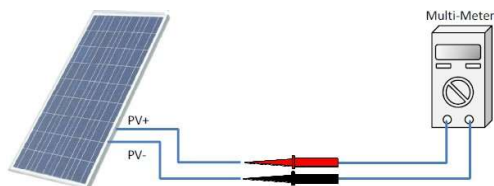

Fig. 4-7 Detecção da polaridade do cabo CC
1. Consulte a Fig. 4-7 para confirmar a configuração da entrada CC e garantir que a tensão máxima em circuito aberto de cada módulo fotovoltaico seja inferior a 1100 Vcc em qualquer condição (considerando o coeficiente de temperatura negativo do painel da bateria, deve-se prestar atenção especial à temperatura ambiente mais baixa. A tensão em circuito aberto do painel fotovoltaico é inferior a 1100 V);